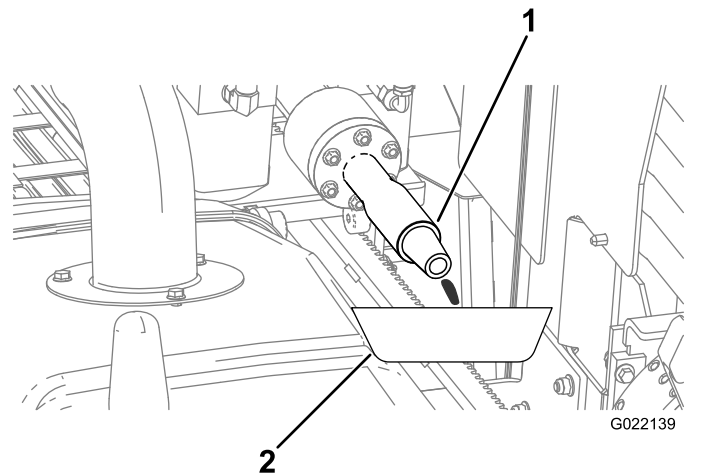

Figura 127
- A. Coloque un recipiente debajo del husillo de perforación para el anticongelante sobrante (Figura 127).
- E. Cuando salga anticongelante del husillo de perforación (**Figura 127**), apague la bomba.